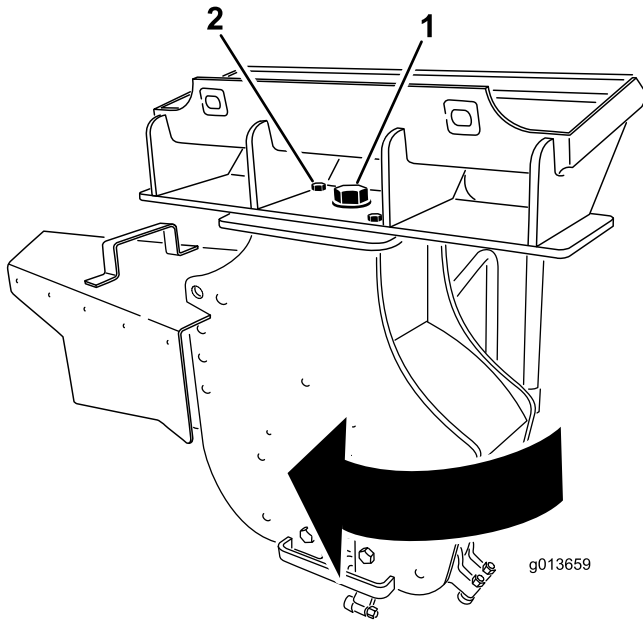

Figura 10
3. Afloje el perno grande situado encima del desbastador (Figura 10).
4. Retire el perno delantero y la tuerca que sujetan el desbastador (Figura 10).
5. Gire el desbastador 30 grados en el sentido de las agujas del reloj (Figura 10).
6. Apriete el perno grande situado encima del desbastador a 406 Nm (Figura 10)
7. Instale el perno y la tuerca en el taladro delantero y apriételos a 101 Nm (Figura 10).
12. Afloje el perno grande situado encima del desbastador (Figura 10).
13. Retire el perno delantero y la tuerca que sujetan el desbastador (Figura 10).
14. Gire el desbastador 30 grados en el sentido contrario a las agujas del reloj (Figura 10).
15. Apriete el perno grande situado encima del desbastador a 406 Nm (Figura 10).
16. Instale el perno y la tuerca en el taladro delantero y apriételos a 101 Nm (Figura 10).